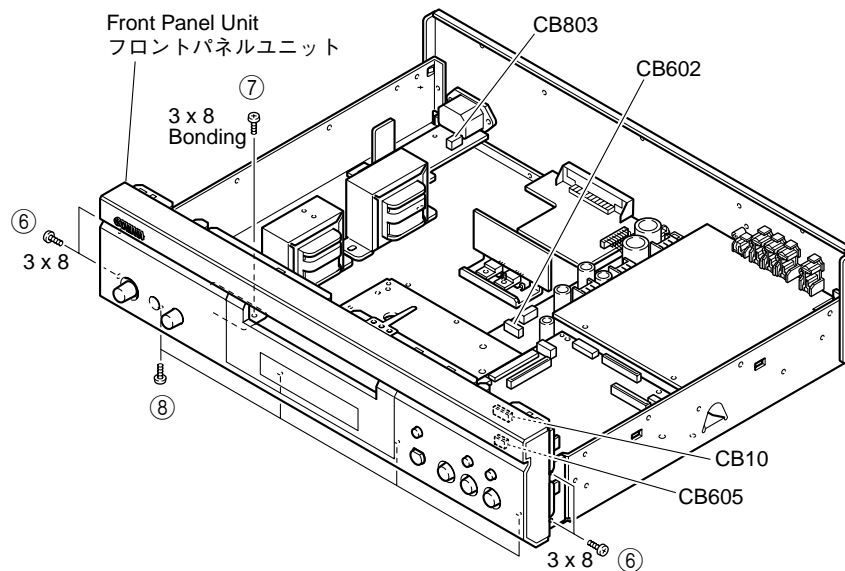

Fig. 6
- a. Remove 4 screws (⑥) and 1 screws (⑦). (Fig. 6)
- b. Remove 4 screws (⑧) (Fig. 6)
- C. Disconnect the connectors CB10, CB602, CB605 and CB803 and then remove the Front Panel Unit. (Fig. 6)
- a. ⑥のネジ4本、⑦のネジ1本を外します。(Fig. 6)
- b. ⑧のネジ4本を外します。(Fig. 6)
- c. コネクターCB10、CB602、CB605、CB803を外し、フロントパネルユニットを取り外します。(Fig. 6)